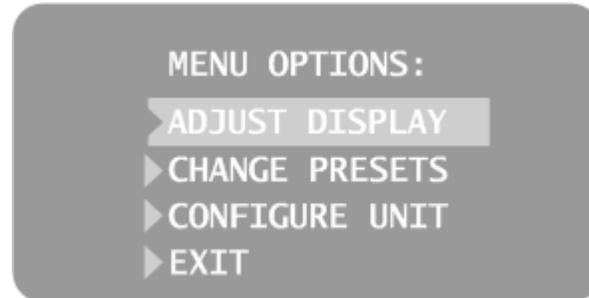
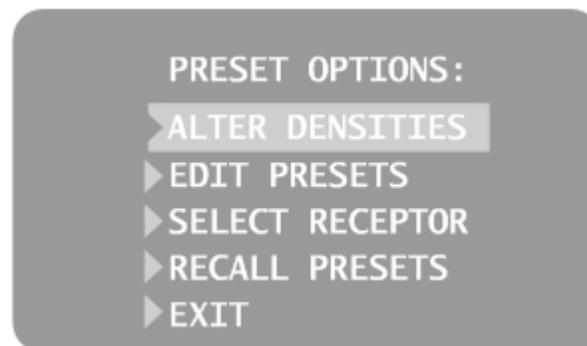

Figura 3
Figura 5
1. Para ingresar al modo 'Configuración del sistema', oprima los botones de selección 'Selección de diente' y 'Tamaño del paciente' del panel del operador en forma simultánea durante 5 segundos. La pantalla muestra el menú principal de configuración del sistema, como se muestra en Figura 3, y el indicador 'Preparado' destella.
1. En el menú principal de configuración del sistema, que se muestra en Figura 3, seleccione 'AJUSTE DE PANTALLA' ('ADJUST DISPLAY'). Verá el menú 'OPCIONES DE PANTALLA' ('DISPLAY OPTIONS'), que se muestra en Figura 4.
2. Al seleccionar 'SALIR' ('EXIT'), la pantalla vuelve al menú principal de configuración del sistema, que se muestra en Figura 3.
1. En el menú principal de configuración del sistema, que se muestra en Figura 3, seleccione 'CAMBIO DE PRESELECCIONES' ('CHANGE PRESETS'). Verá el menú 'OPCIONES DE PRESELECCIÓN' ('PRESET OPTIONS'), que se muestra en Figura 5.
4. En el menú 'OPCIONES DE PRESELECCIÓN' ('PRESET OPTIONS'), elija 'SELECCIÓN DE RECEPTOR' ('SELECT RECEPTOR') (Figura 5).